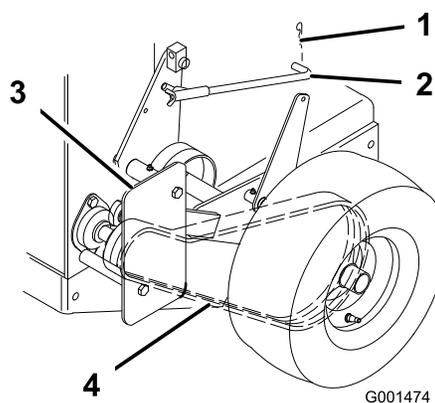

Figure 40
1. Enlevez la goupille fendue qui fixe la tige de frein au bras de frein pour détendre la poulie de tension de la courroie (Figure 40).
2. Enlevez le boulon inférieur et desserrez le boulon supérieur du déflecteur pour le faire pivoter et accéder à la courroie (Figure 40).
3. Soulevez la courroie et faites-la passer au-delà de la poulie de tension pour l'enlever de la poulie deentraînement (Figure 40).
6. Fixez le déflecteur avec les boulons retirés précédemment, serrés au couple correct (Figure 40).
7. Fixez la tige de frein au bras de frein avec la goupille fendue (Figure 40).